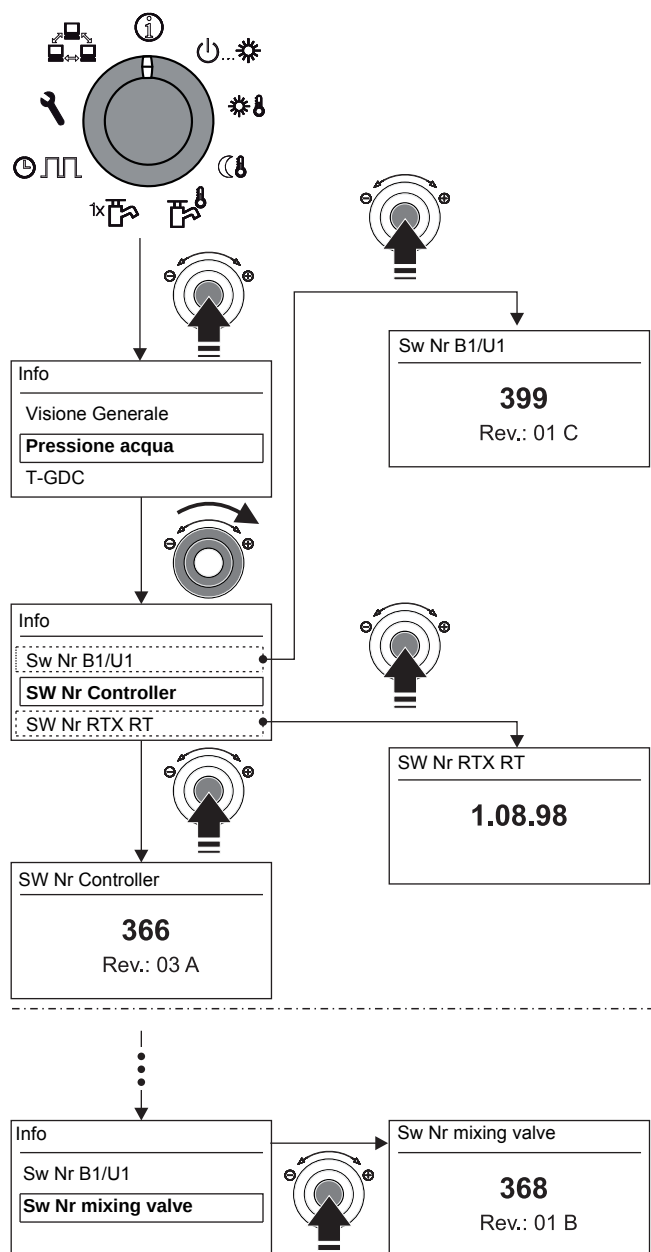

Fig. 7-4 Informazioni software dei componenti della regolazione
In tal caso tenere a portata di mano i dati fondamentali dell'apparecchio (procedimento v. fig. 7-4):
- Versione del software (v. fig. 7-4) di: